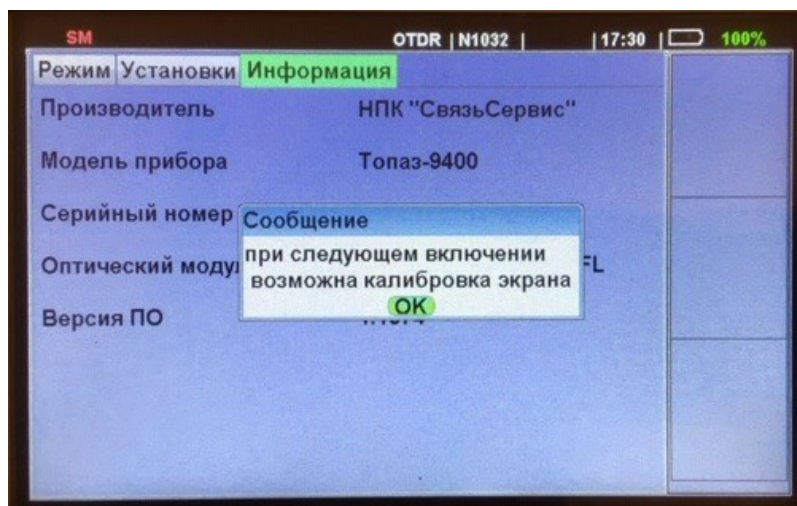

Рис.8.3. Сообщение о возможности калибровки экрана
2. Нажать и удерживать кнопку «F1» до появления сообщения «При следующем включении возможна калибровка экрана» (см. рис.8.3)